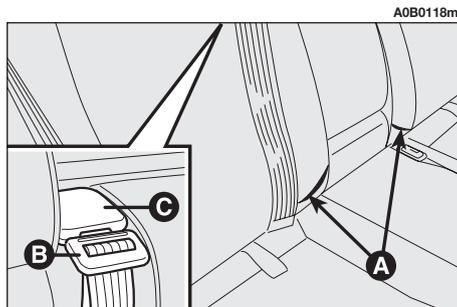

Abb. 38
– Prüfen, dass die Schlossungen (**A**, **Abb. 38**) der seitlichen Sicherheitsgurte in die betreffenden Aussparungen in der Rückenlehne eingesteckt sind und dass die Gurtzunge (**B**, **Abb. 38**) des Beckengurtes in ihrer Aufnahme (**C**, **Abb. 38**) verstaute wurde.